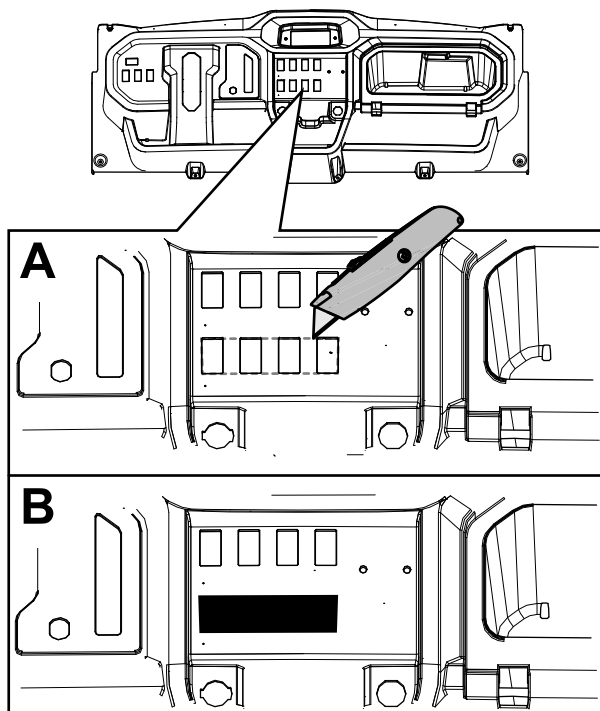

Bild 3
1. Entfernen Sie auf dem Dashboard die 4 Schalterstecker und schneiden Sie das Material zwischen den Schalterausschnitten heraus (Bild 3).